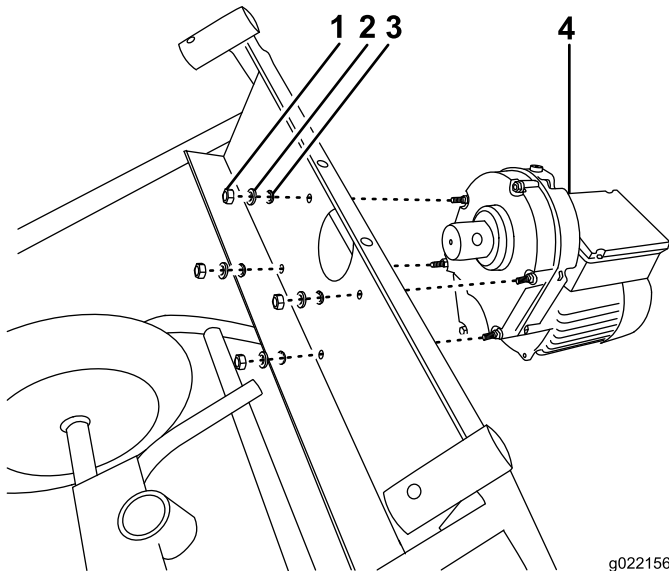

Figura 5
1. Mueva el motor a su posición en el bastidor de la máquina; consulte Figura 5.
2. Sujete el motor en la máquina con tuercas, arandelas y arandelas de freno; consulte Figura 5.